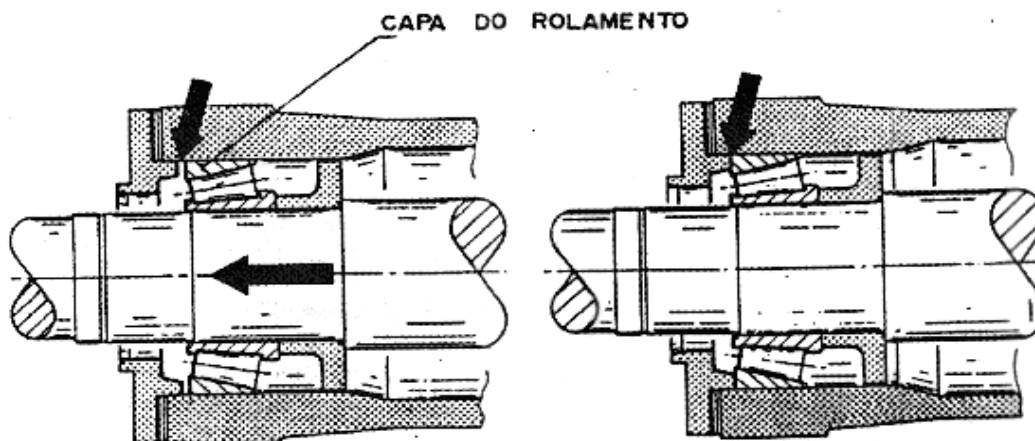

FIG.5
Tendo movimentado a extremidade da capa do rolamento de volta para a tampa do mancal (fig. 5), e apertado completamente todos os parafusos de ajustagem, é agora necessário medir com exatidão o jogo de extremidades real no conjunto de rolamentos.
- b) Se precisarem ser acrescentados calços, siga o procedimento para colocação de calços e movimentação da capa do rolamento de volta à tampa do mancal, conforme descrito na fig. 5. Após o reajustamento do “jogo de extremidades” com calços, o jogo real deve ser novamente medido com o relógio comparador.